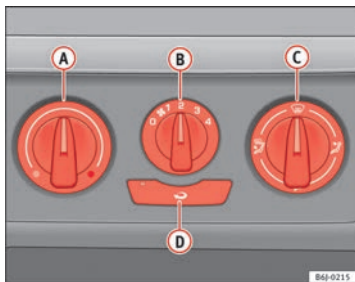

Abb. 91 In der Instrumententafel: Bedienelemente der Heizung
- Drehen Sie den Temperaturregler **(A)** ⇒ Abb. 91 nach links.
- Drehen Sie den Temperaturregler **(A)** ⇒ Abb. 91 nach rechts, bis die gewünschte Heizleistung erreicht ist.
- Drehen Sie den Temperaturregler **(A)** ⇒ Abb. 91 ganz nach rechts auf die höchste Heizleistung.
- Drehen Sie den Temperaturregler **(A)** ⇒ Abb. 91 in den Heizbereich.